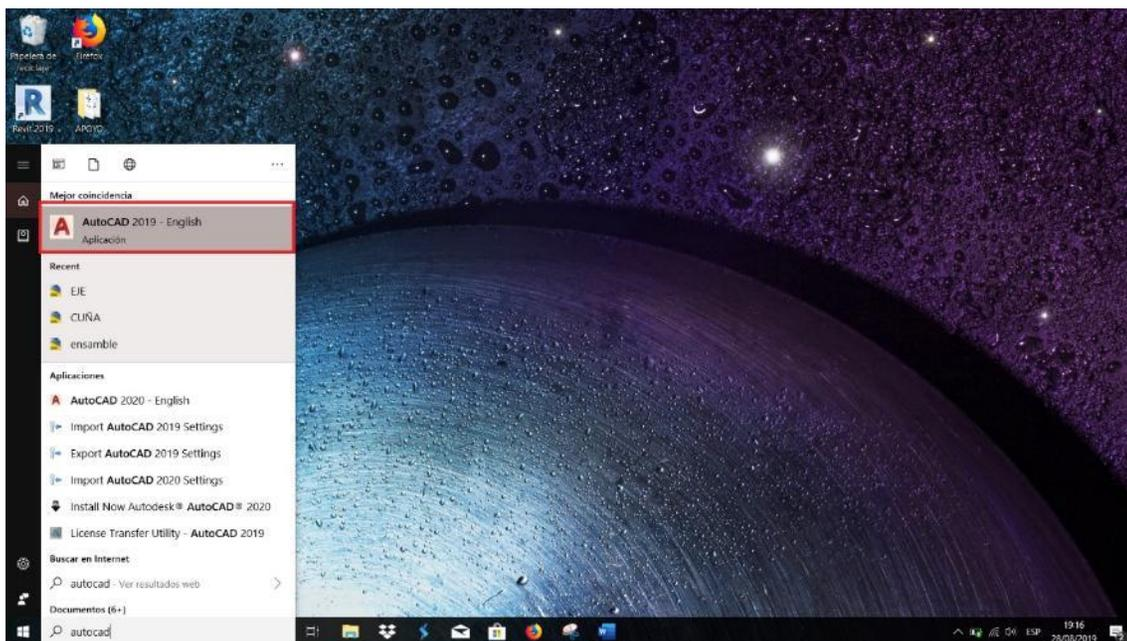

Figura 4.2. Búsqueda de AutoCAD desde barra de Windows.
2. Buscándolo en la barra de Windows con el nombre de AutoCAD como se muestra en la figura 4.2